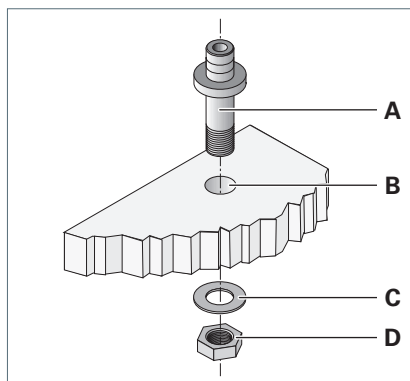

Fig. 3: Aufsteckzapfen montieren.
- Führen Sie den Aufsteckzapfen **A** von oben durch die Bohrung **B** in der Montagefläche, siehe Fig. 3.